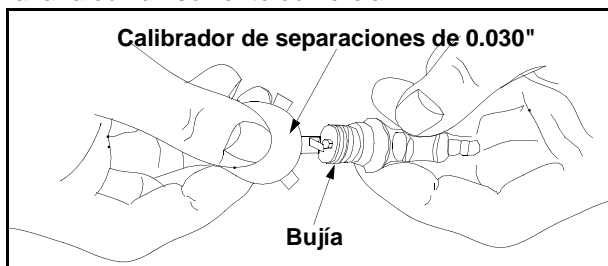

Figura 12
- Limpiar la bujía y ajustar la distancia entre electrodos a 0.030 pulgada por lo menos una vez en la temporada o cada 50 horas de funcionamiento. Ver la Figura 12. Se recomienda cambiar la bujía al comienzo de cada temporada o estación. Consultar la lista de repuestos del motor para determinar el tipo correcto de bujía.